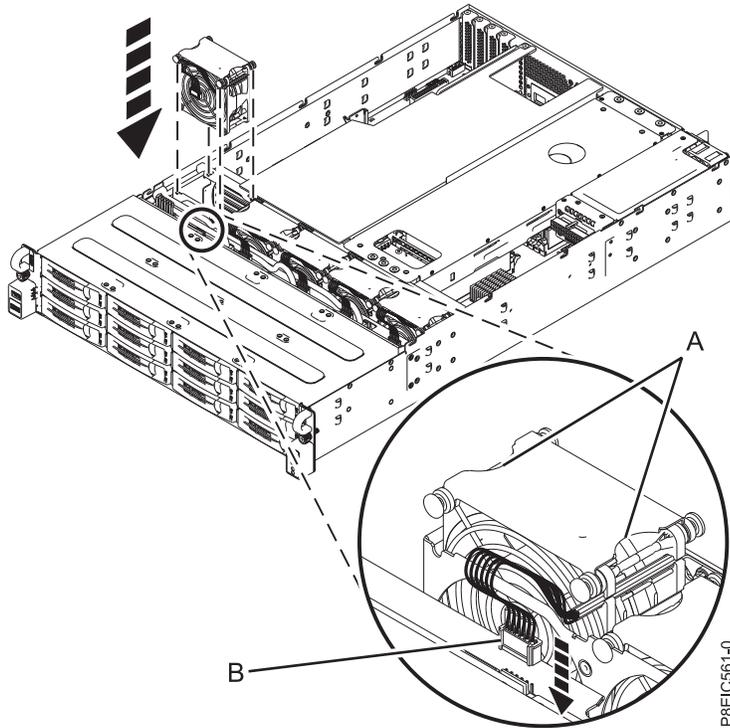

Figure 38. Remise en place du ventilateur et reconnexion du câble
1. Maintenez le ventilateur (A) et abaissez-le pour l'insérer dans le système tout en alignant les vis de butée avec les emplacements du châssis du système, comme illustré dans la figure 38, à la page 34. Assurez-vous que la flèche figurant sur le ventilateur pointe vers l'arrière du système.
2. Connectez le câble de ventilateur (B) au fond de panier d'unité de disque, comme illustré dans la figure 38.